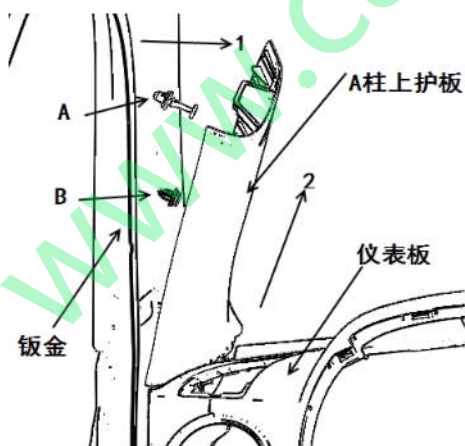

图1-56 A柱上护板拆卸示意
沿图 1-56 中箭头 1 方向往外撬出前部底边，用双手往外掰。
(4) 把塑料卡扣紧固点（2 个）从钣金分离后，沿图图 1-56 中箭头 2 方向往上拿出 A 柱上护板。